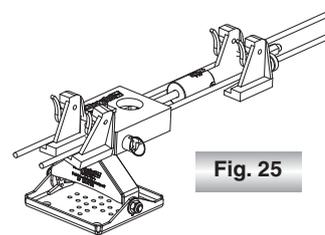

Fig. 25
- 6) Colocar los otros dos sujetadores en los cables, en contacto con la cara interna de la placa de apoyo de la herramienta, como está indicado en la Fig. 25 (verificar el sentido de colocación: la parte plana del sujetador debe apoyarse en la placa de apoyo).